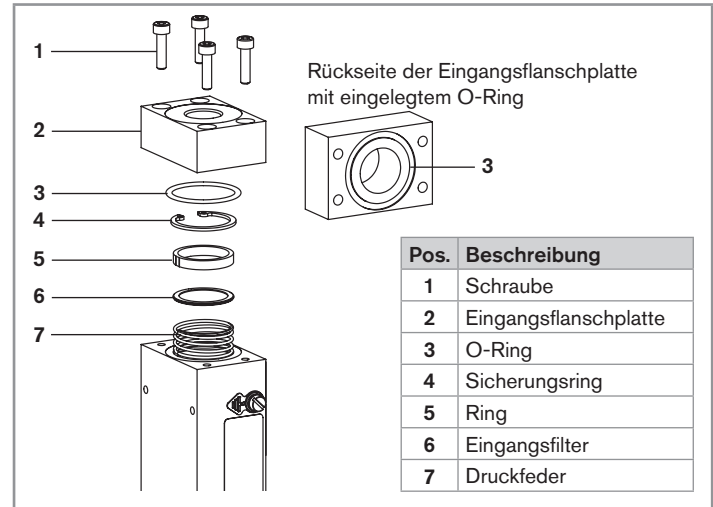

Bild 21: Eingangsfiler reinigen
- Die Verschmutzung des Eingangsfilters [5] (siehe Bild 21) regelmäßig überprüfen.
- Die Eingangsflanschplatte [2] durch Lösen der Schrauben [1] demontieren (siehe Bild 21).